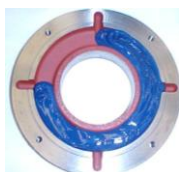

图 7.8: 外轴承盖
- 使用建议的润滑脂 (图 7.8) 涂抹内外轴承端盖凹槽的 $\frac{3}{4}$, 并且在装配轴承前使用足量润滑脂润滑滚动轴承;